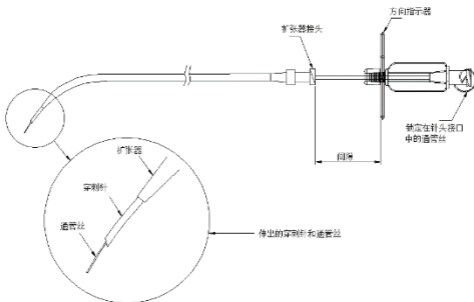

图 1
- 3、 从穿刺针中取出通管丝，用无菌肝素化生理盐水冲洗穿刺针，将通管丝重新插入到穿刺针中，并固定于针套上；将穿刺针和通管丝插入导管鞘/扩张器中。注意：因扩张器具有阻断作用，因此当完全接合时，应该在扩张器标准接口和穿刺针指针法兰之间留出间隙，如图 1。